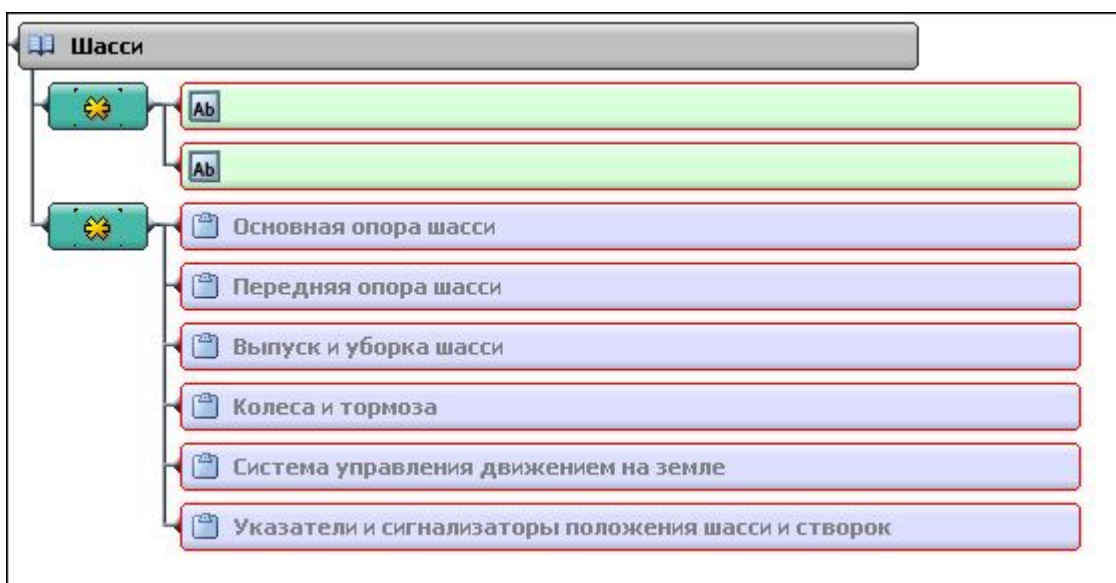

Рис. 2.54
3. Введите следующие названия для элементов **Подсистема**, из которых состоит система «Шасси» (Рис. 2.54):